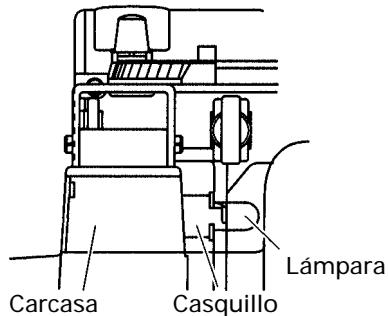

Fig. 23 <Vista superior>
- (3) Extraiga la lámpara del casquillo. (Fig. 23)
- Cuando fije el casquillo a la carcasa, alinéelo con el orificio de ésta observando la parte posterior del casquillo como se muestra en la Fig. 23, e inserte el casquillo hasta que choque ligeramente contra dicha carcasa.